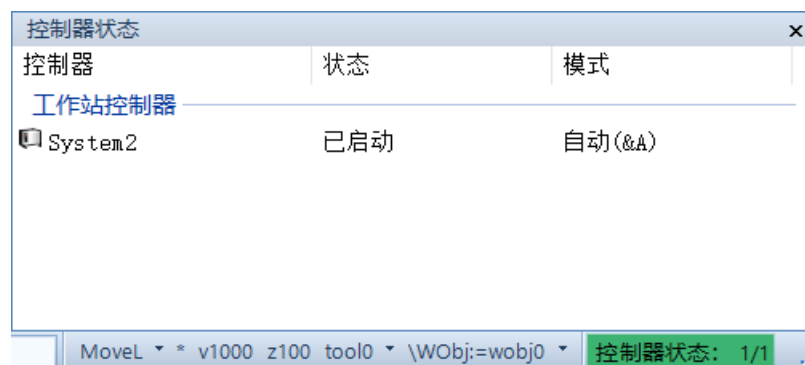

图 2-1 控制器状态
(1) 在“基本”选项卡中单击“机器人系统”，选择“从布局”。弹出“从布局创建系统”窗口。
(2) 单击“下一个”，在“机械装置”中选择机器人“IRB1600”和导轨“IRBT2005”，单击“下一个”。在“控制器任务”中单击“下一个”。
(3) 在“编辑”中单击“选项”按钮，进行更改选项。
(4) 在“Default Language”中取消选择“English”，并选择“Chinese”，在“从布局创建系统”窗口中单击“完成”。等待系统创建。
(5) 单击软件右下角“控制器状态”，出现如图 2-1 所示，说明系统创建成功。